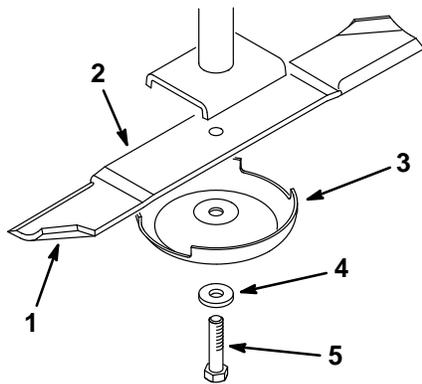
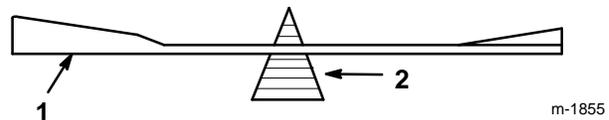

Abbildung 16
Abbildung 18
Das Schnittemesserende mit einem Lappen oder einem dick gepolsterten Handschuh halten. Schnittemesserschraube, Sicherungsscheibe, Schutzschale und Schnittemesser von der Spindelwelle entfernen (Abb. 16).
2. Das Gleichgewicht des Schnittemessers kontrollieren, indem es auf eine Schnittemessersymmetriereinrichtung gelegt wird (Abb. 18). Wenn das Schnittemesser in horizontaler Position bleibt, ist es ausgewuchtet und kann verwendet werden. Wenn das Schnittemesser nicht ausgewuchtet ist, nur etwas Metall vom Ende des Segelbereichs abfeilen (Abb. 16). Diesen Vorgang solange wiederholen, bis das Schnittemesser ausgewuchtet ist.
1. Das Schnittemesser an der Spindelwelle anbringen (Abb. 16).
2. Schutzschale, Sicherungsscheibe und Schnittemesserschraube anbringen (Abb. 16). Die Schnittemesserschraube auf 115-149 N•m (85-110 ft-lb) anziehen.